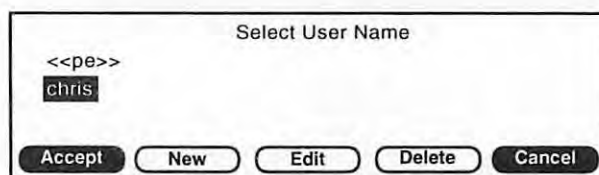

Fig. 2-1 ユーザーファイル選択スクリーン
1. メインメニューから **F4** -Userを押してください。ユーザーファイル選択スクリーンが(Fig. 2-1)が表示されます。
5. **F1** -Accept を押すとユーザーファイル名が登録され、セキュリティコード画面(Fig. 2-3)が表示されます。また **F5** -Cancel を押すと、新規ユーザーファイル名は保存されますが、プロテクトはされずにユーザーファイル選択画面が(Fig. 2-1)に戻ります。